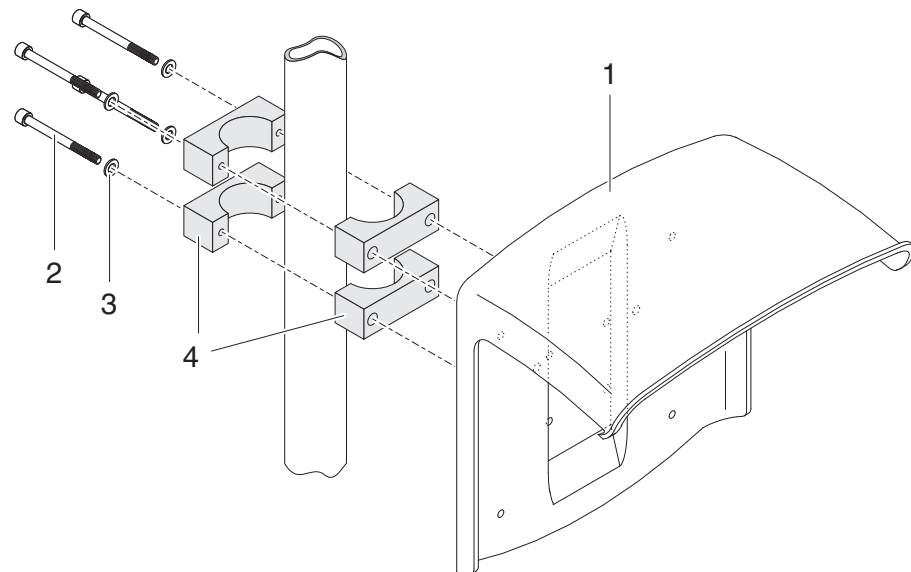

figura 3-5 Montaje del parasol SSH/IQ en un soporte de montaje
- 1 Atornille el parasol (pos. 1 en la figura 3-5) con los cuatro tornillos de cabeza hexagonal (pos. 2), las arandelas (pos. 3) y las abrazaderas (pos. 4) a la altura requerida en el soporte de montaje desde la parte posterior.